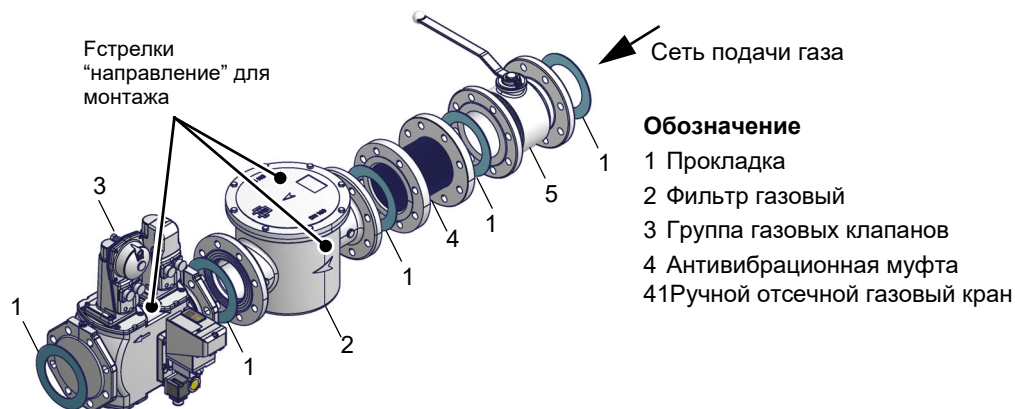

Рис. 6 - Пример газовой рампы
ВНИМАНИЕ: после монтажа газовой ramпы согласно схеме на Рис. 6, необходимо провести тестирование на герметичность газового контура, согласно требований действующих нормативов.
- 1 - б) при фланцевых соединениях: между соседними компонентами устанавливать прокладку (1А..1Е - Рис. 6), совместимую с используемым газом,
ВНИМАНИЕ: после монтажа газовой рампы согласно схеме на Рис. 6, необходимо провести тестирование на герметичность газового контура, согласно требований действующих нормативов.